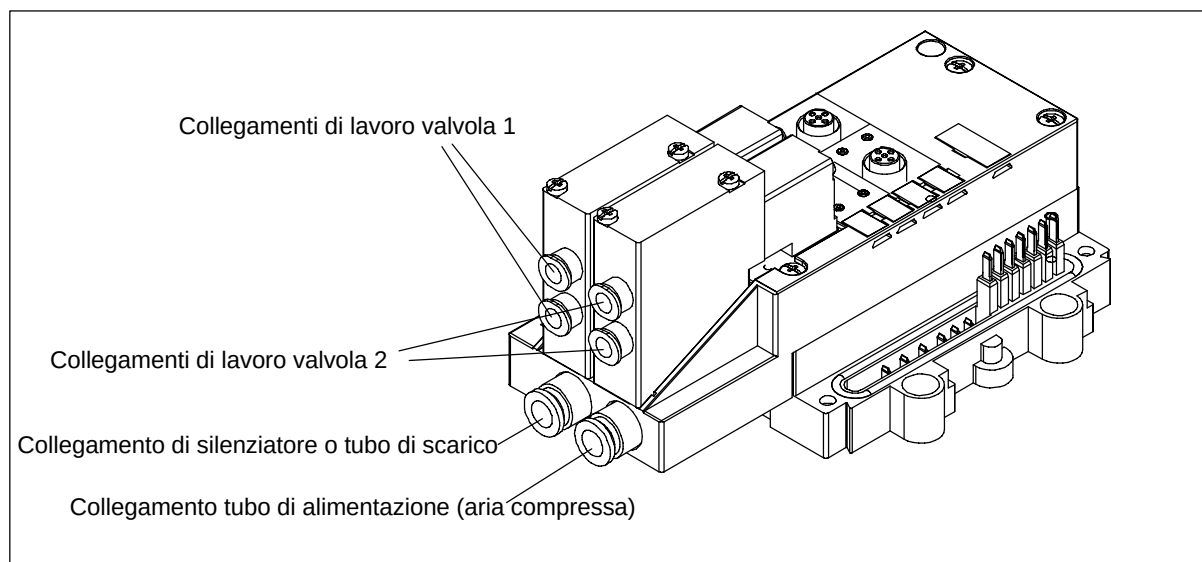

Figura 3-7 Tubi di alimentazione e di lavoro sul modulo pneumatico EM 148-P DI 4 x DC 24V/DO 2 x P
1. Utilizzare tubi con tolleranza esterna della ditta FESTO, p. es. il tipo PUN-... oppure il tipo PAN-.... Spingere il tubo con diametro esterno come illustrato nella tabella 3-3 fino all'arresto tramite il corrispondente collegamento sul modulo (vedere la figura 3-7).
Per convogliare l'aria di scarico dal modulo nell'ambiente, lasciare aperto l'allacciamento dell'aria di scarico sul modulo (vedere la figura 3-7). Per la riduzione del rumore, si raccomanda di innestare sull'allacciamento di scarico un silenziatore.